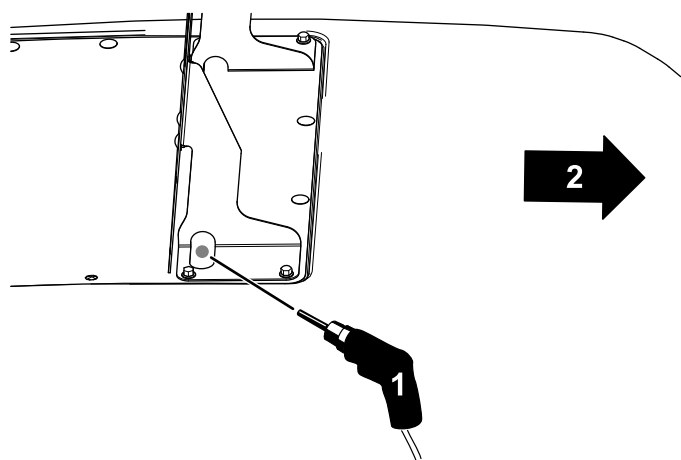

Figura 31
11. Praticate un foro (1/2") nella griglia del cofano per far passare il cablaggio preassemblato (Figura 31).